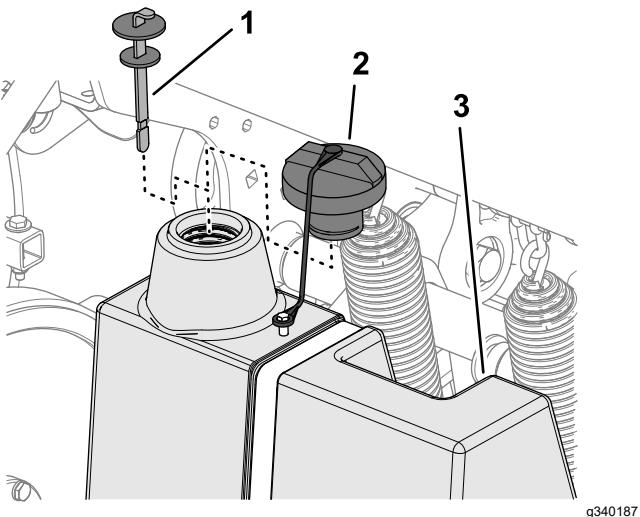

Рисунок 179
- Очистите зону вокруг заливной горловины и крышки гидравлического бака (Рисунок 179). Снимите крышку с заливной горловины.